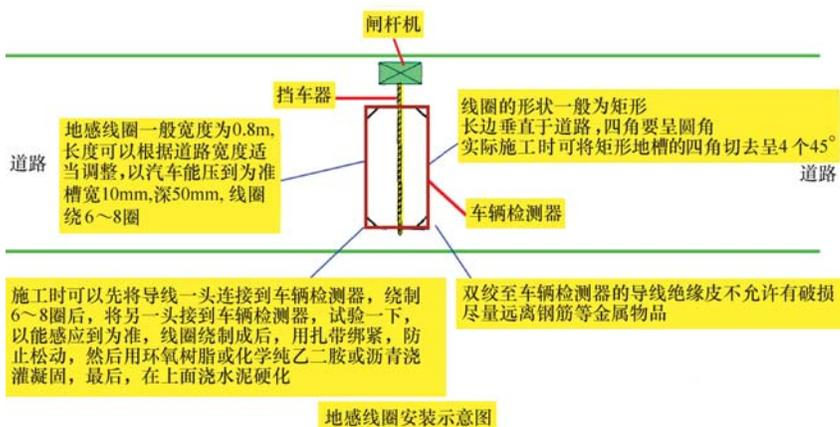

图 8-17 感应线圈的安装图例
4) 感应线圈的安装可以采用木楔固定。线圈安装完后，需要二次混凝土浇注，感应线圈的安装图例如图 8-17 所示。